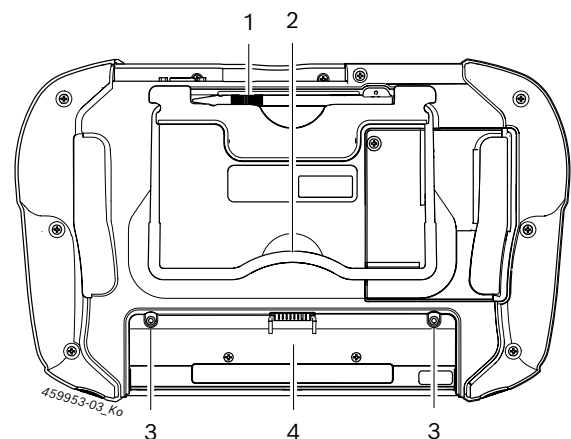

Fig. 3: Lado inferior do KTS 350
- Inserir o acumulador no respectivo compartimento e fixar com os dois parafusos que se encontram no acumulador (ver fig. 3, pos. 3).